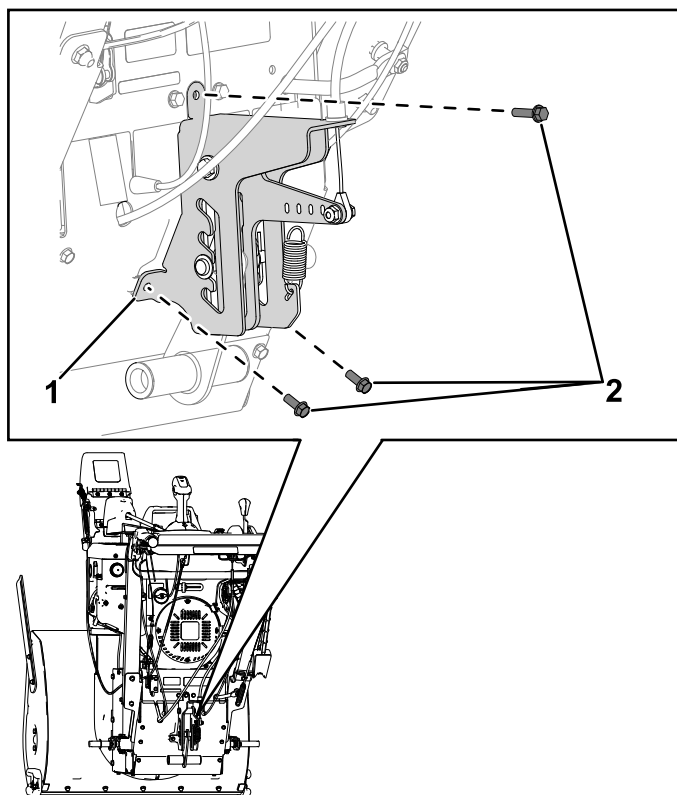

Figura 26
9. Montate la staffa del regolatore dell'altezza alla piastra superiore e al carter posteriore, e fissate con le 3 viti ($\frac{1}{4}$ " x $\frac{5}{8}$ ") (Figura 26).